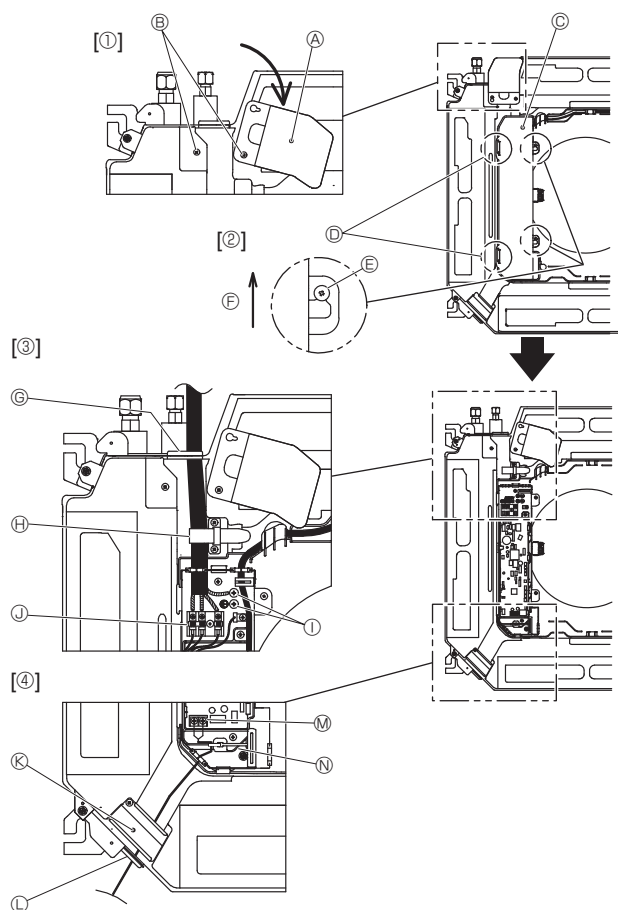
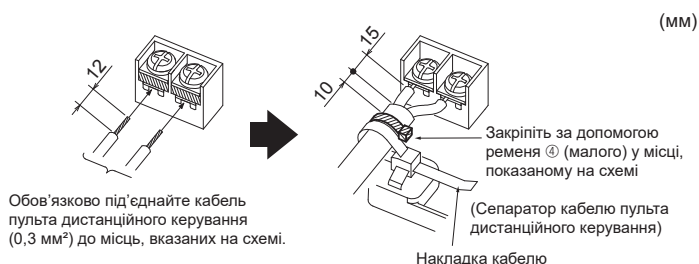

Fig. 6-1
Fig. 6-3
6.1. Внутрішній блок (Fig. 6-1)
1. Відкрутіть два гвинти, що фіксують сервісну панель кабельного з'єднання, а потім поверніть сервісну панель кабельного з'єднання. [Fig. 6-1 ①]
2. Відкрутіть два гвинти, що фіксують кришку розподільного ящика. [Fig. 6-1 ②]
3. Прокладіть кабель живлення, кабель з'єднання внутрішнього та зовнішнього блоків і провід заземлення через кабельні входи, позначені на схемі. [Fig. 6-1 ③]
Якщо ви не можете використати круглі обтиснуті клеми, див. Fig. 6-3—6-6.
4. Прокладіть і під'єднайте кабель пульта дистанційного керування через кабельні входи, вказані на схемі. [Fig. 6-1 ④, Fig. 6-3]